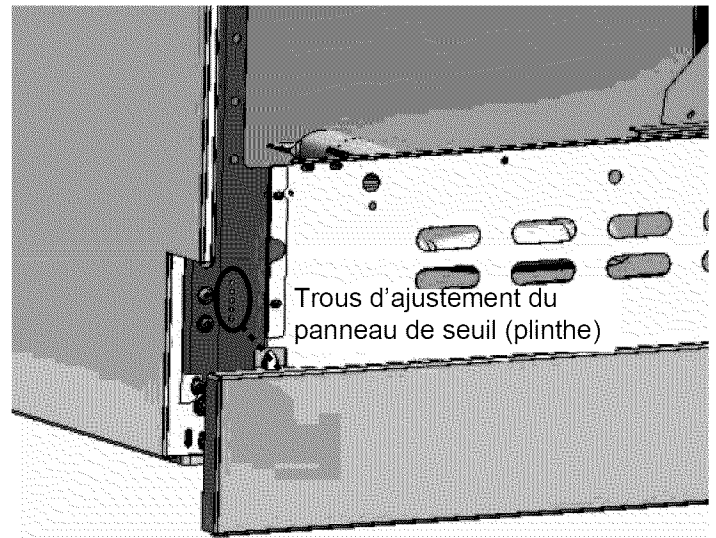

Figure 29 : Ajustement du panneau de seuil (plinthe)
3. Remplacez le panneau à l'une des cinq positions de trou de vis, comme illustré sur la *Figure 29*. Réinstallez les vis Torx.